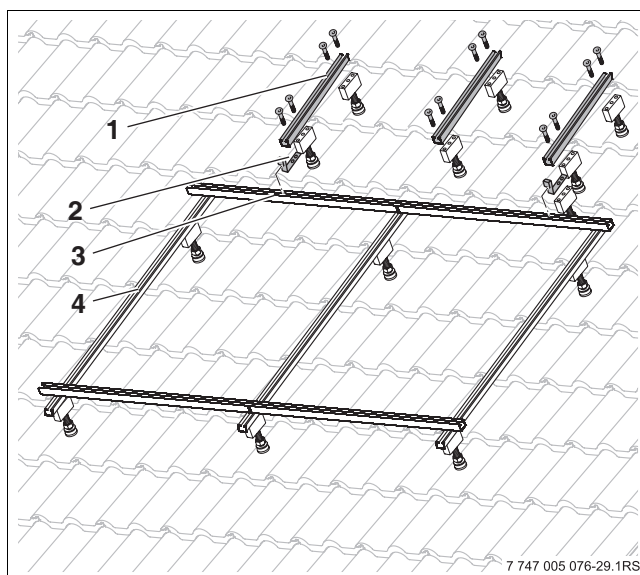

Fig. 49 Fixer les rails profilés-ballon
- Insérer le rail profilé-ballon du milieu (→ fig. 49, [1]) sur le connecteur TSS du rail profilé-capteur du milieu et visser à l'aide de vis M8 x 20 et d'écrous M8.
- Visser l'équerre de positionnement (→ fig. 49, [2]) aux rails profilés-ballon [1] à l'aide d'une vis et d'un écrou.
- Accrocher les deux rails profilés-ballon latéraux (→ fig. 49, [1]) dans le rail profilé TP/CT [3].
- Fixer les rails profilés-ballon (→ fig. 49, [1]) à l'aide de deux vis par rail à l'écrou-cage.